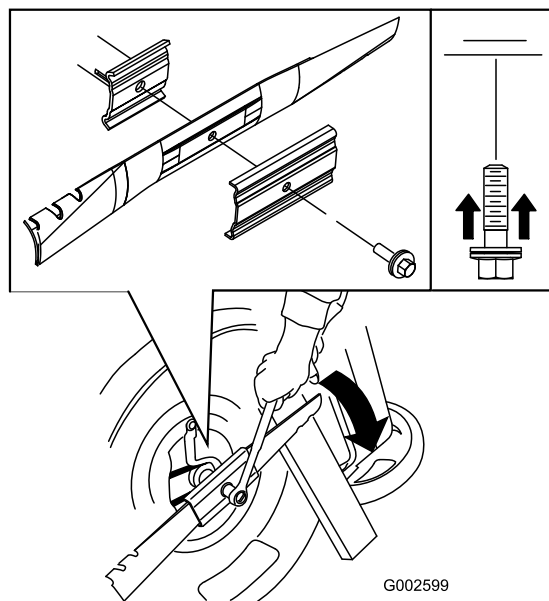

Figure 21
5. Montez une lame neuve (tournez le boulon de la lame dans le sens horaire) et toutes les fixations (Figure 21).